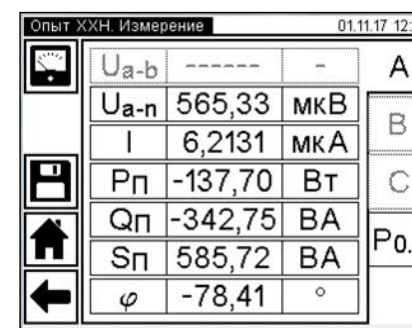

Рисунок 6.61
15) Якщо в п. 10 цього розділу вибрано "Внешний" (нерегульоване джерело), після завершення вимірювання на екрані з'явиться вікно з результатами вимірювання (рисунок 6.61 для однофазного трансформатора або 6.62 для трифазного).
16) Якщо в п. 10 цього розділу вибрано "Регулятор", після завершення вимірювання на екрані з'явиться вікно «Сброс напряжения» (рисунок 6.63 для однофазного трансформатора або 6.64 для трифазного) з вимогою зняти напругу на виході зовнішнього джерела. Ручкою регулятора плавно понизити напругу джерела до нуля, після чого на екрані з'явиться вікно з результатами вимірювання (рисунок 6.61 або 6.62).
17) Для перегляду всіх результатів (рисунок 6.61 або 6.62) натискати на вкладки: